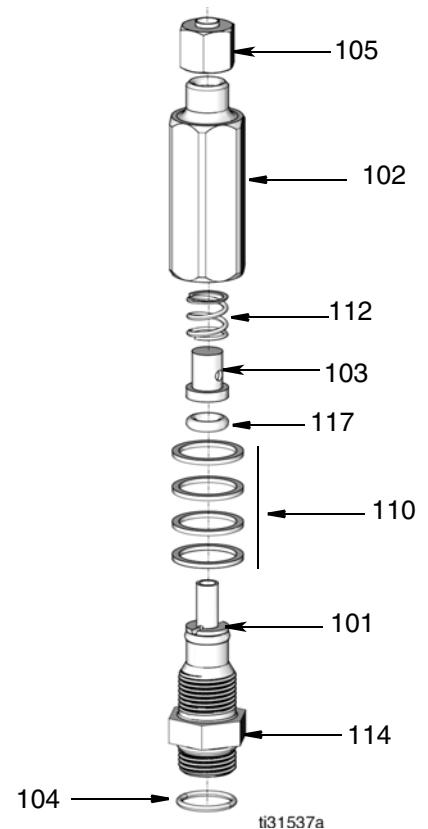
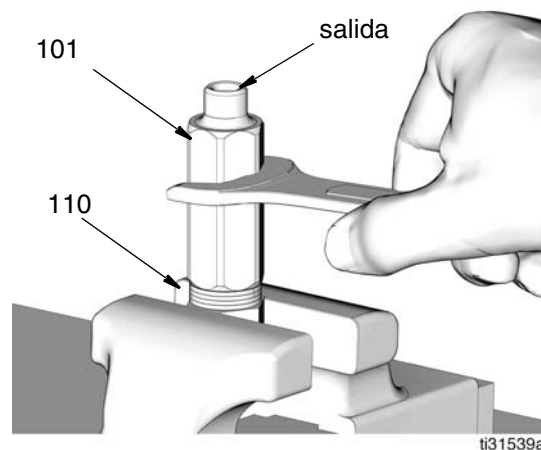

FIG. 36
FIG. 39
Se utilizan inyectores de grasa para lograr una lubricación precisa de cada punto de engrase del sistema. Si un inyector no produce la cantidad correcta de lubricante para una ubicación específica en el vehículo o si no se dispone del inyector de repuesto del tamaño correcto, se pueden instalar arandelas espaciadoras de salida (110) para ajustar el volumen de salida del inyector (FIG. 36, página 41).
3. Use una llave de 5/8 pulgadas para aflojar y separar el cuerpo del inyector (102) del conjunto de la válvula (114). Tenga cuidado de no dejar caer o dañar el resorte (112), la tapa de retención (103) y la junta tórica (117) (FIG. 36, página 41).
- Añada o quite espaciadores de salida (110) (FIG. 39, página 42) del conjunto de la válvula del inyector.
- Añada espaciadores (110) para aumentar el volumen de salida.
- Retire espaciadores (110) para reducir el volumen de salida.
- Rearme el conjunto de la válvula del inyector. Asegúrese de que todas las piezas retiradas durante el desarmado se monten en el orden correcto como se observa en FIG. 36 (página 41). Utilice una llave de 5/8" para apretarlas aplicando solo una fuerza suficiente para asentar firmemente los espaciadores de salida (110). Apriete a un par de 7,8 ft-lb (10,6 N•m)
- Instale el inyector (101) en el colector (119/120). Ponga una llave de vaso sobre el inyector y alíneala con las secciones planas de la tuerca hexagonal (114) (FIG. 36, página 41). Apriete a un par de 7,8 ft-lb (10,6 N•m)